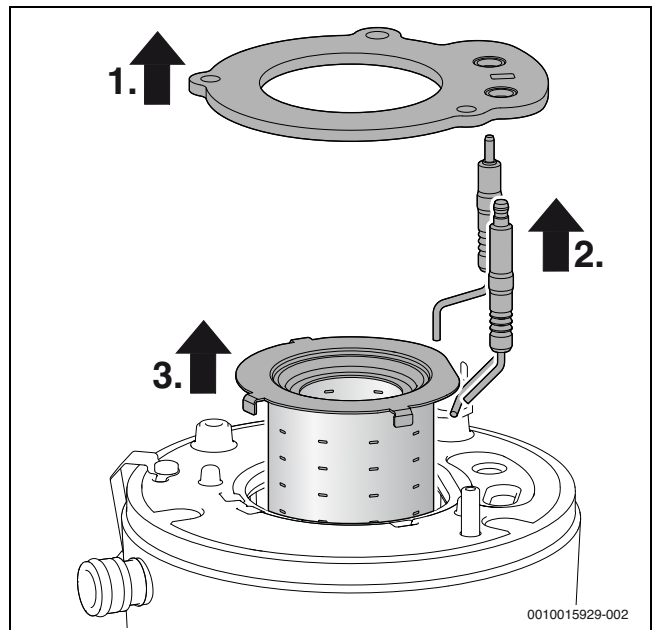

Fig. 46 Estrazione del bruciatore
- ▶ Ad ogni apertura del bruciatore sostituire la guarnizione del bruciatore (→ fig. 46, pos. [1]) e tutte le altre guarnizioni interessate dall'operazione. (Durata massima della guarnizione del bruciatore: 7,5 anni)